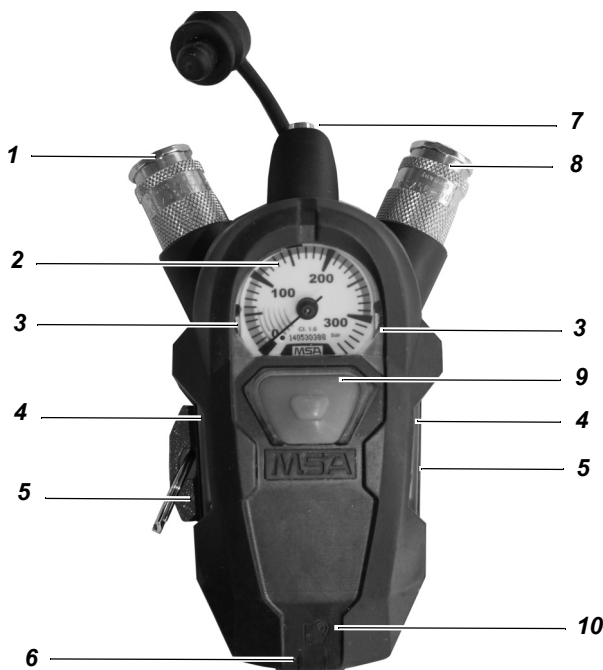

Fig. 1 Vue d'ensemble SingleLine SCOUT
Le SingleLine SCOUT (voir Fig. 1) est connecté à l'extrémité de la SingleLine sur un ARI MSA utilisable. Il comporte le manomètre (2), le raccord de la soupape à la demande (8) ainsi qu'un dispositif d'avertissement acoustique (7) (sifflet d'alerte). Il émet un signal d'avertissement continu lorsque la pression de la bouteille chute en dessous de 55 ± 5 bar. La seconde connexion (1) permet de relier une seconde soupape à la demande (par ex. kit de secours ou RespiHood).